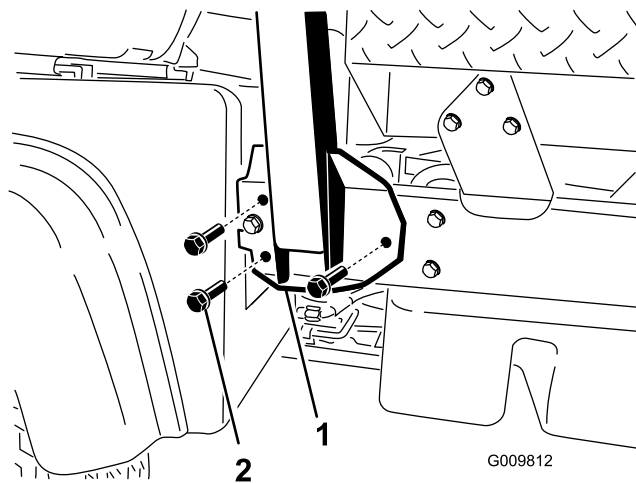

Figura 6
2. Alinhe cada lado do ROPS com os orifícios de montagem em cada lado do chassi da máquina (Figura 6).
3. Fixe o suporte de montagem do ROPS ao chassis da máquina com 3 parafusos de cabeça flangeada (½ pol. x 1¼ pol.) em cada lado (Figura 6).